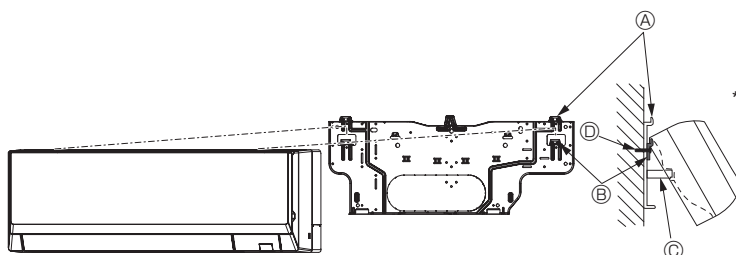

Fig. 3-12
- Wenn sich das Innengerät mit dem regulären Haken (Abmessung von 2.1. ⓐ (Abstand zwischen Decke und Gerät) beträgt 75 mm oder weniger) nicht anheben und aufhängen lässt, hängen Sie das Gerät an den unteren Haken für die linke Rohrleitung. (Fig. 3-12)
(Fig. 3-12)